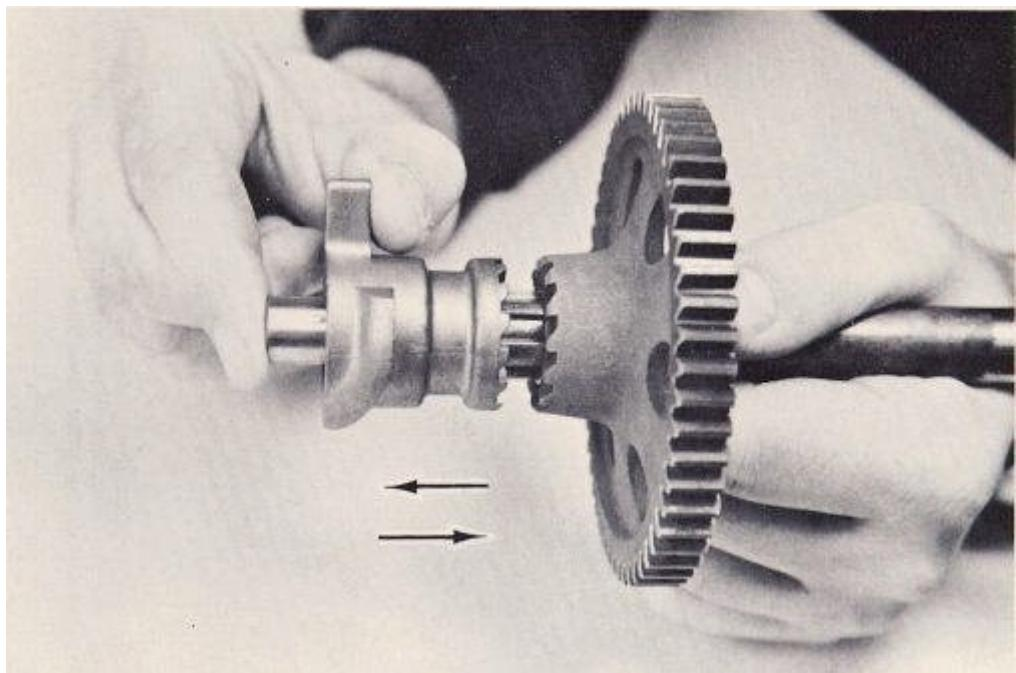

FIG. 49
14. Revise que las ranuras en el extremo del eje del pedal de arranque cuidadosamente para evitar daños y desgaste. Inspeccione los dientes en el engranaje de conducción pedal de arranque y hacer girar el engranaje en el eje de pedal de arranque para asegurarse que gire libremente. Además, inspeccione los dientes del trinquete en el engranaje. Revise los dientes de trinquete en trinquete y la leva empuje la leva de un lado a otro en el eje (Fig. 49). Usted debe ser capaz de mover la cámara alrededor de 0,4 ", hacia el extremo derecho del eje, y que debe devolver por la presión de la primavera.